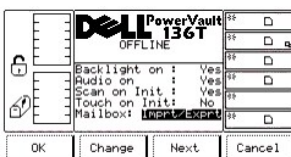

Figure 76. Setup > Utils > Config > Dialogue Mailbox
- 1 Si la touche de fonction **Next** est enfoncée, le champ suivant de la liste devient le champ actif. Si le champ suivant est le dernier champ, reportez-vous à la Figure 76.